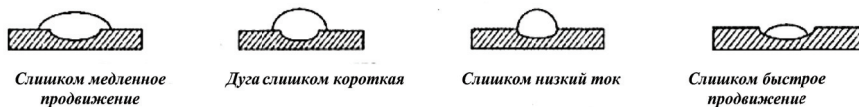

рис. 4
7.1.8 Параметры сварочных швов (см. рис. 4)